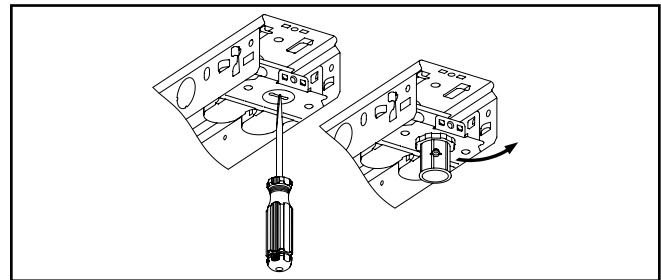

Figure 2.
1. Retirez les entrées défonçables et installez le raccord (Figure 2.).